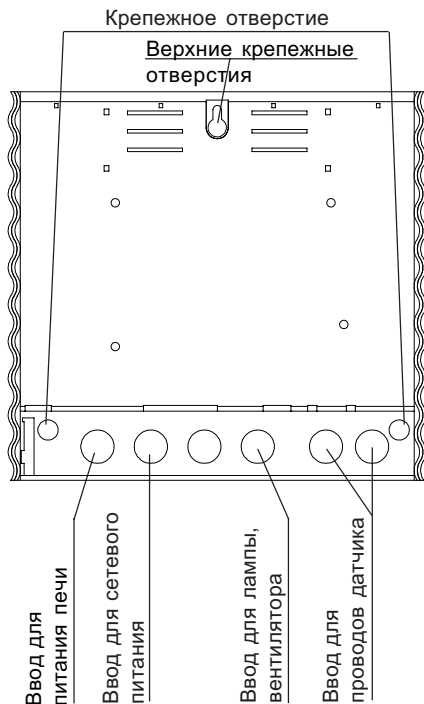

Рис. 4
3. Подвесьте прибор управления на шуруп, выступающий на 3 мм из верхнего крепежного отверстия. Вставьте в отверстия в задней стенке корпуса прилагаемые вводные резиновые трубки и проташите через них соединительный кабель. Прикрутите нижнюю часть корпуса к стене кабины в обоих нижних отверстиях, рис. 4.